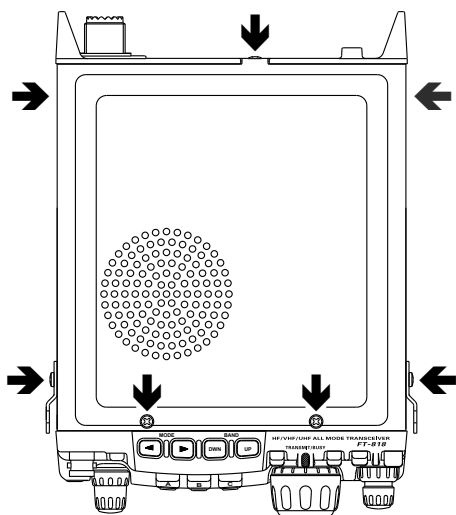

Figure 1
2. En se reportant à la figure 1, enlever la bretelle de transport et ses deux vis situées de chaque cotés du transceiver, puis enlever les cinq vis fixant la partie supérieure du boîtier du transceiver, et enlever cette partie du boîtier; débrancher le connecteur du haut-parleur quand vous enlever le boîtier.